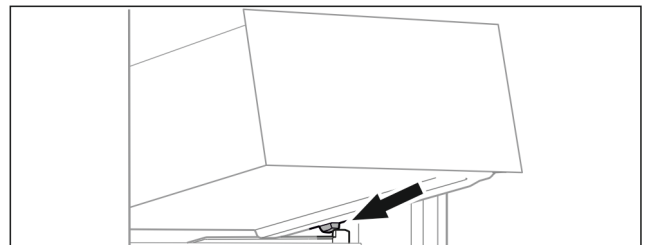

Fig. 72
- Applicare il cassetto inclinandolo dietro i fermi sulla nervatura del contenitore. (vedere Fig. 72)